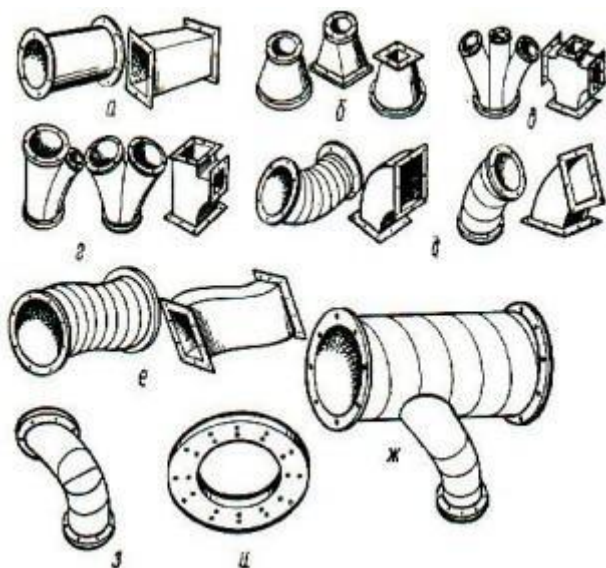

Рис.5. Фасонні частини:
3) Для з'єднання повітропроводів, зміни напрямку потоку повітря і розподілу його відгалуженнями використовують **фасонні частини** (рис.5).